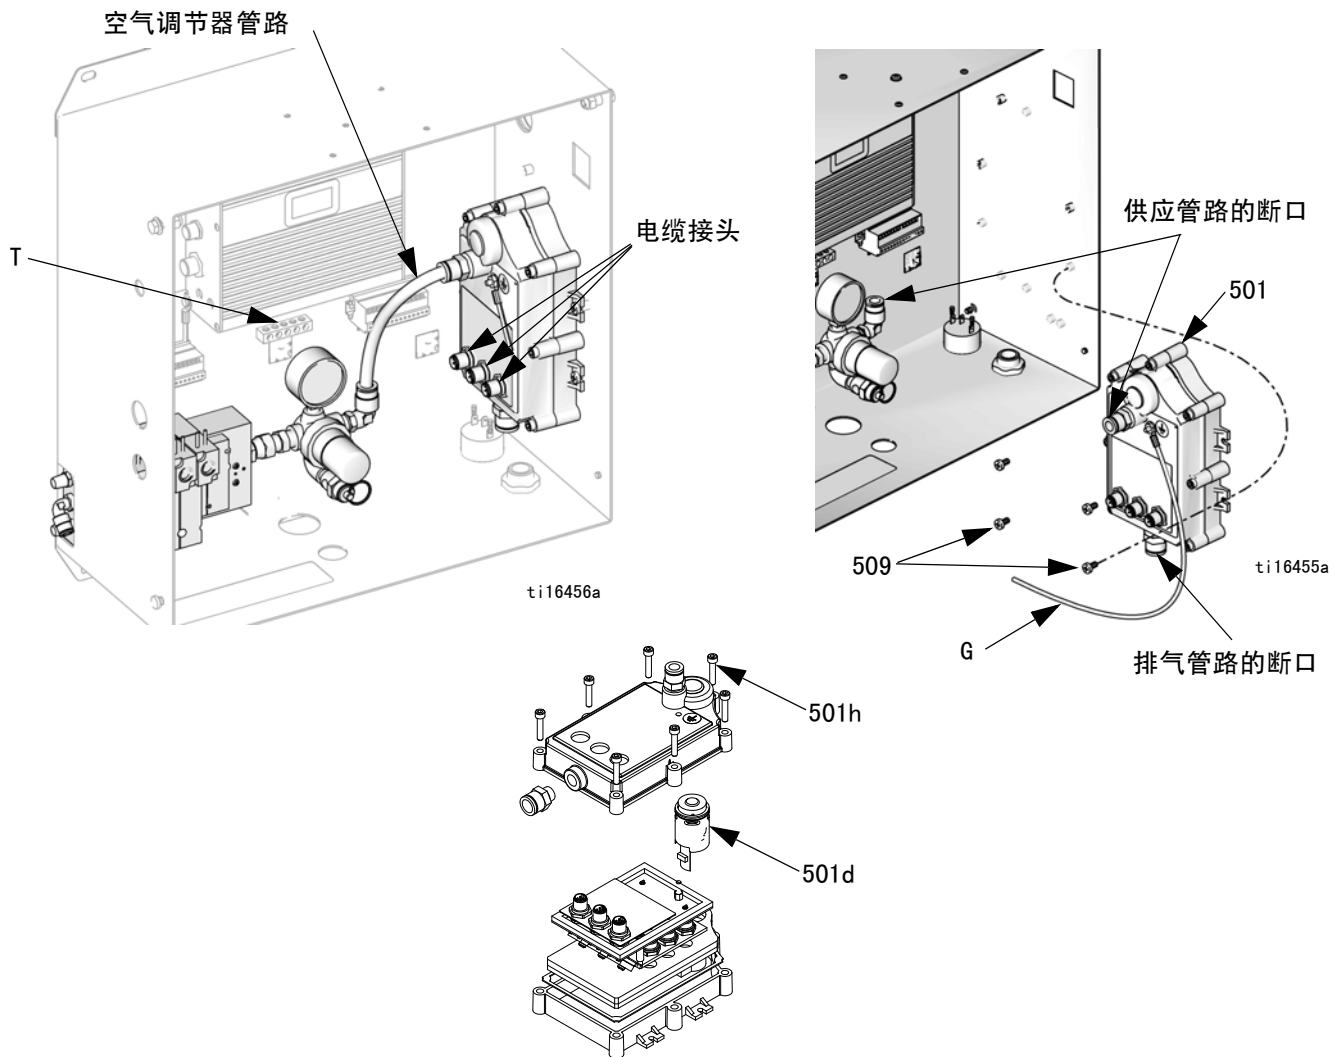

图 9. 拆卸交流发电机模块 (及涡轮)
3. 参见图 9。将输出电源电缆接头从交流发电机模块 (501) 上断开。将接地线 (G) 从控制箱接地端子 (T) 上断开。
6. 从安装架上拆卸四个螺丝 (509)，将交流发电机从控制箱上卸下。